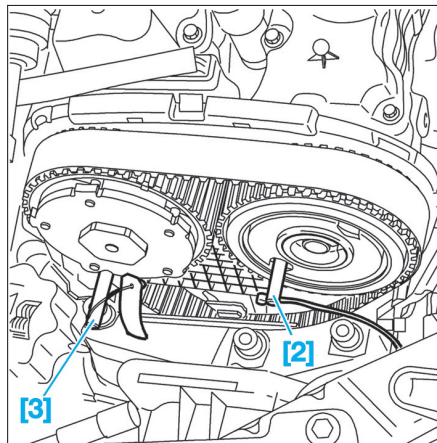

Fig. 24
- [2]. Pige de calage de la roue dentée d'arbre à cames d'échappement (ref.0132-AJ1) (Fig.24).
- [3]. Pige de calage de la roue dentée d'arbre à cames d'admission (ref.0194-A) (Fig.24).
- Dans cette position, introduire la pige [2] de la roue dentée d'arbre à cames d'échappement (Fig.24).